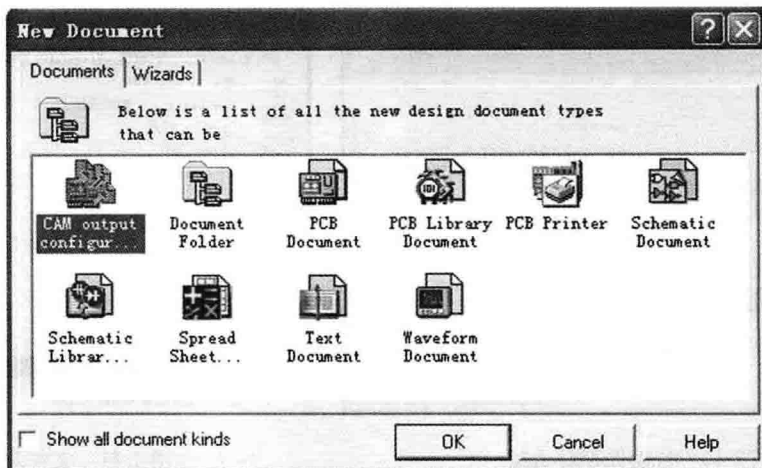

图 1-12 文件类型选择对话框
(1) 新建文件。执行“File 文件”菜单下的“New 新建文件”命令, 弹出图 1-12 所示新建文件对话框, 选择要创建的文件类型, 创建相应类型的文件。